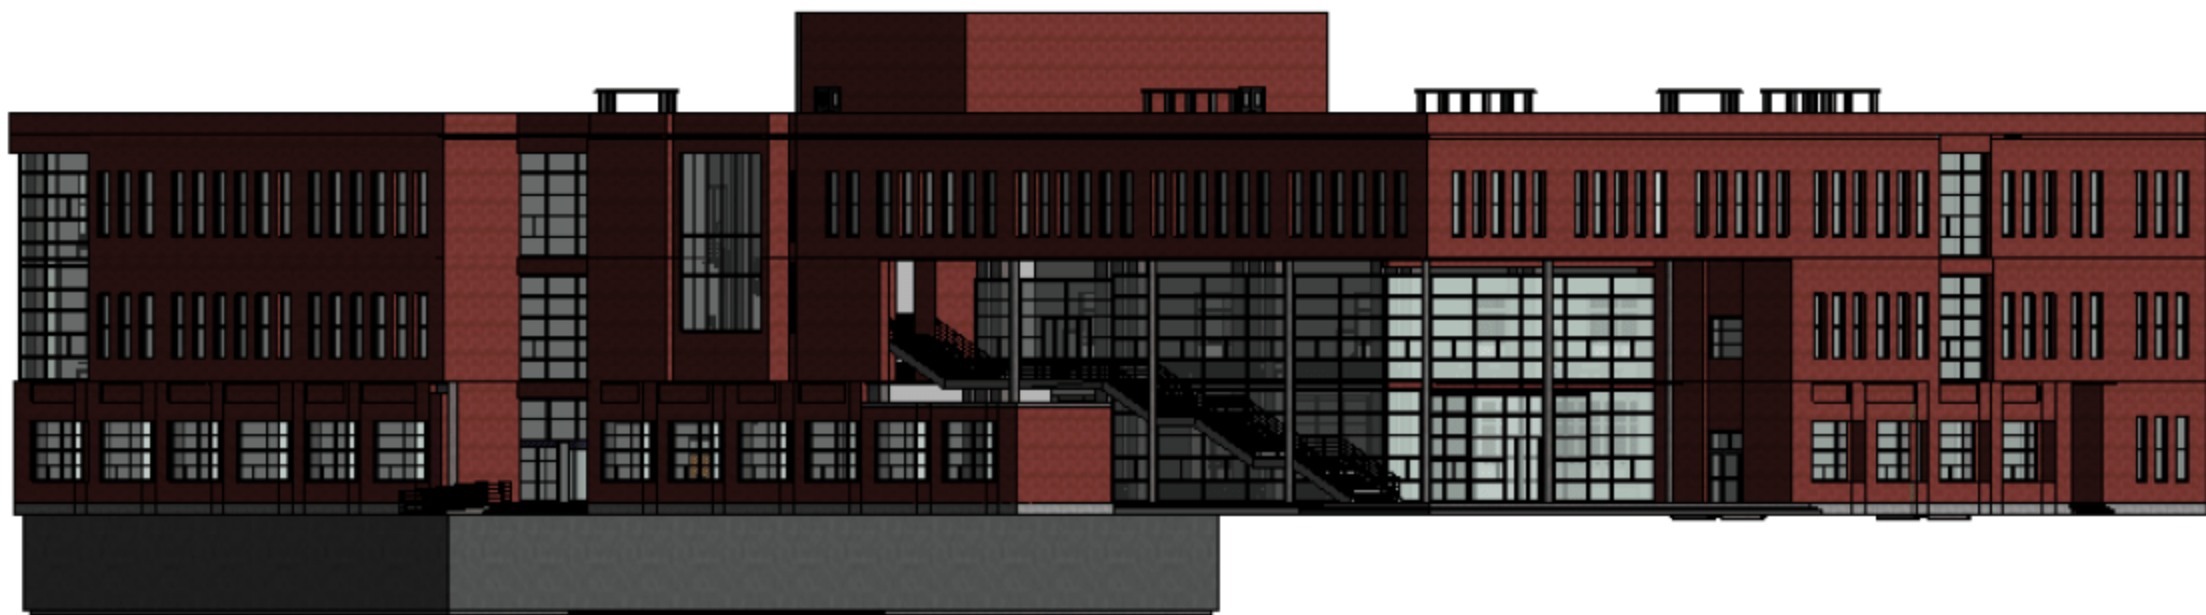

图 11.1.51 三层三维视图
(4) 按快捷键 F4，进入三维视图模式，如图 11.1.51 所示。旋转视图，观看已完成模型的东、南、西、北 4 个面是否有问题。